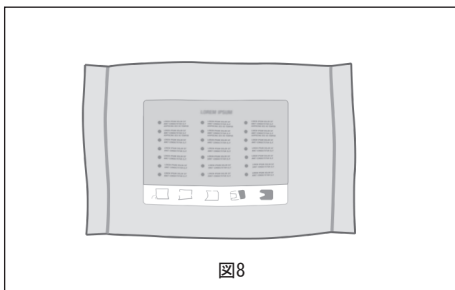

図8
**注意：**弁を清潔野に移すステップの書かれた黄色いラベル面を含め、アルミパウチの両面を確認します（図8）。